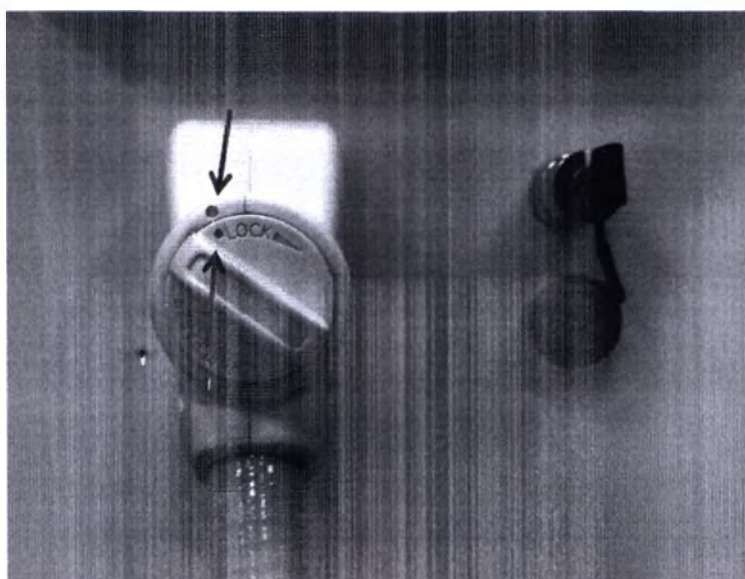

Рис.8.6 – Совмещение меток на воротке и разъеме манипулы
8.2.4. После установки разъема манипулы в разъем Прибора метка на воротке разъема манипулы в положении «Lock» должна совместиться с меткой на разъеме манипулы как показано на рис.8.6.